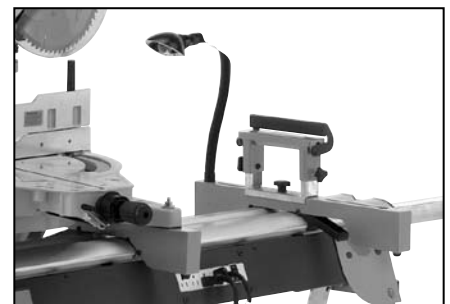

Figura 9
13. El soporte de rodillos también puede ser usado en el bancal del Centro de Trabajo para soportar partes de trabajo más pequeñas. Quite el soporte de rodillos del soporte en "T", aflojando la perilla **5** y deslizando la cabeza del tornillo de carruaje para redondear la apertura de la ranura. El soporte de rodillos puede entonces ser fijado a la luz de trabajo con el soporte de máquina o soporte de máquina adicional según se muestra en la Figura 9.